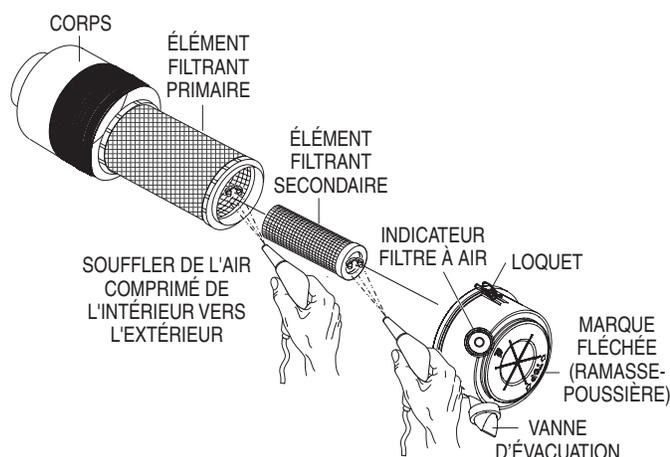

Figure 51. Filtre à air du moteur
Ce moteur diesel Isuzu est équipé d'un élément de filtre à air en papier haute densité remplaçable (Figure 51). Le filtre à air est également équipé d'un élément interne (secondaire) qui sert de filtre de secours si l'élément primaire est endommagé. Vérifier le filtre à air tous les jours ou avant de démarrer le moteur. Remplacer le filtre à air si nécessaire.
1. Libérer les loquets qui fixent le couvercle au corps du filtre à air (Figure 51).
2. Retirer le **couvercle du filtre à air** (Figure 51) et le mettre de côté.
3. Retirer les éléments du filtre à air primaire et secondaire (Figure 51).
5. Pour nettoyer l'**élément principal** (filtre à air en papier) comme indiqué dans Figure 51, taper plusieurs fois l'élément filtrant sur une surface dure pour enlever la saleté, ou souffler de l'air comprimé, en veillant à ne pas dépasser 30 psi (207 kPa, 2,1 kgf/cm²), à travers l'élément filtrant de l'intérieur vers l'extérieur.
8. Nettoyer l'intérieur du **corps du filtre à air** (Figure 51).